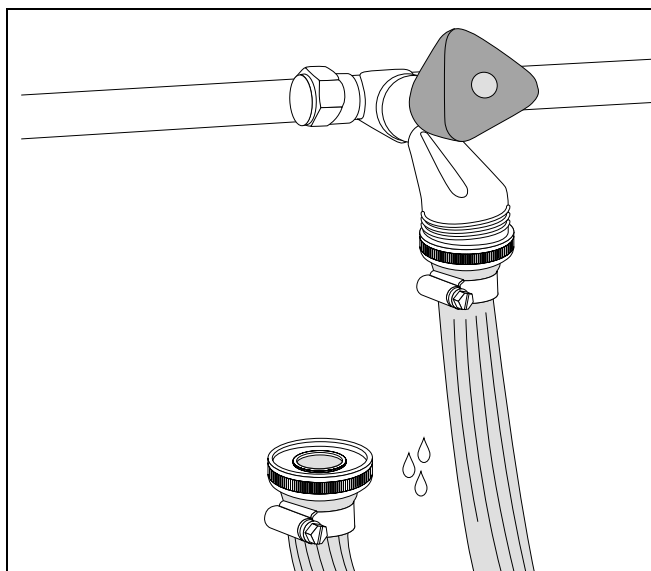

Fig. 10 Remplir le tuyau
- Raccorder le tuyau au raccordement d'eau et remplir d'eau (fig. 10).